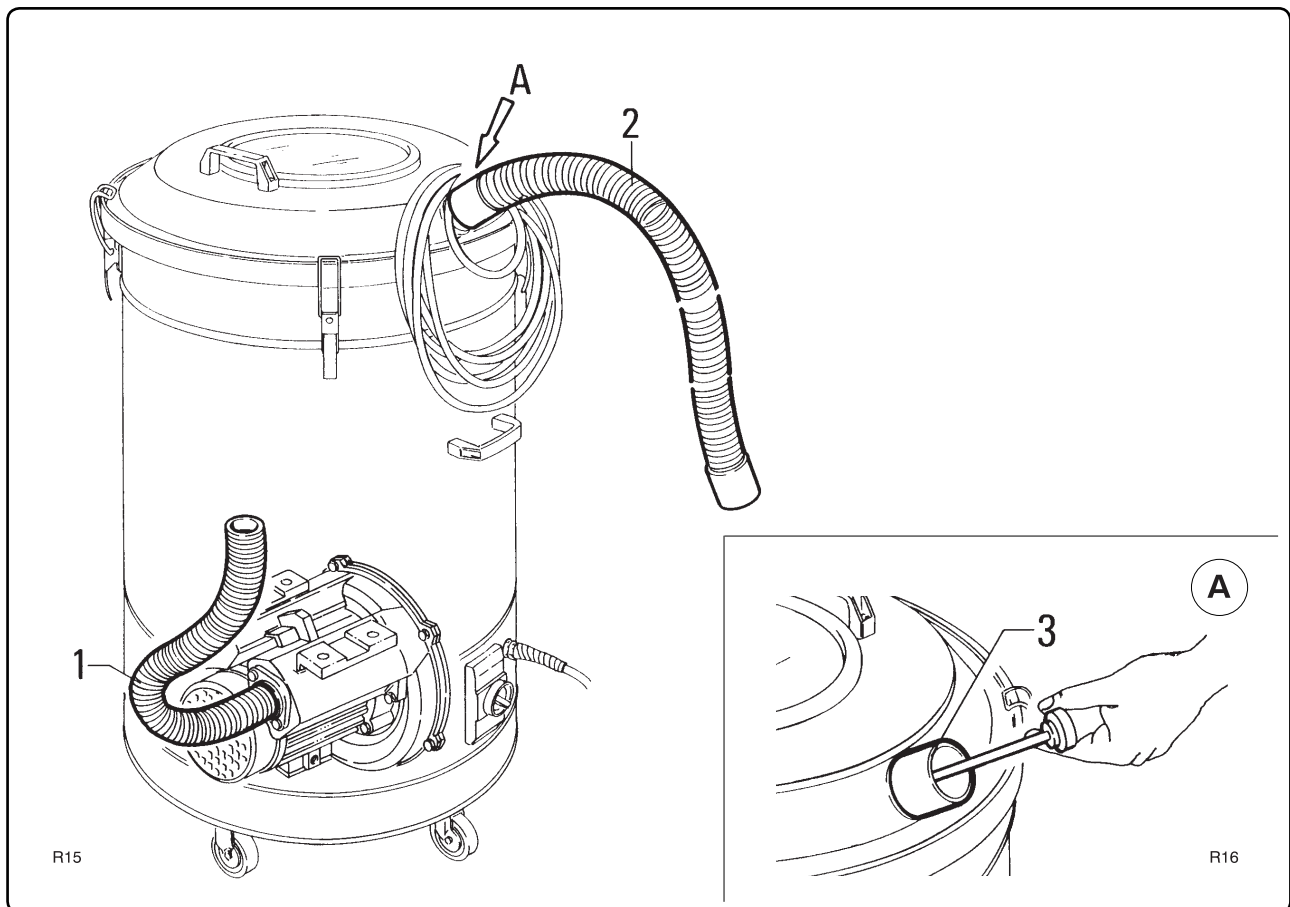

Fig. 7.5.3
7.5.3 - Verificați starea furtunurilor (fig. 7.5.3)
Când sunt tratate materiale lipicioase, verificați dacă nu există eventuale înfundări în furtunul „2” și racordul de evacuare „3”. Răzuți exteriorul racordului de evacuare și îndepărtați reziduurile depuse în modul indicat în fig. 7.5.3.